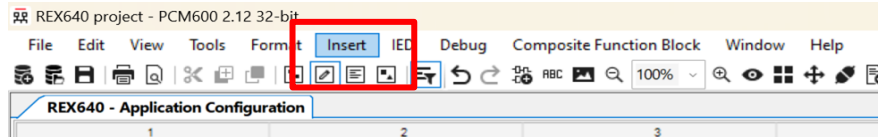

Imagen 39_Ventana de “Insert” de PCM600.
2.1.5 Insertamos los bloques de voltaje y corriente los cuales harán la función de procesamiento, primero seleccionaremos “Insert”, podemos observar donde se encuentra en la **Imagen 39**.